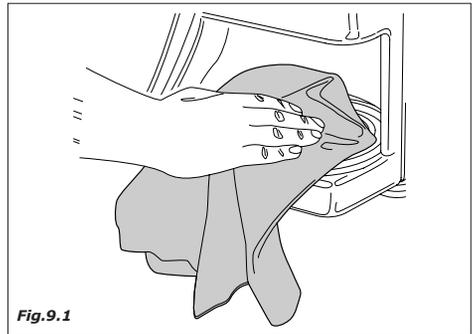
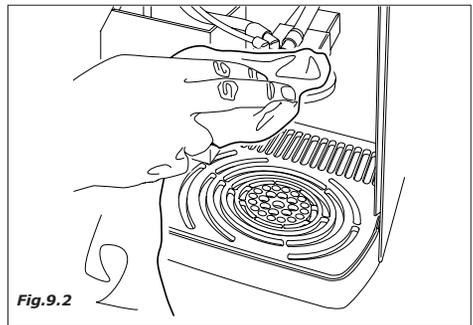

Fig.9.1
Fig.9.2
- limpar todas as partes à vista da zona de distribuição (Fig.9.1 e Fig.9.2)